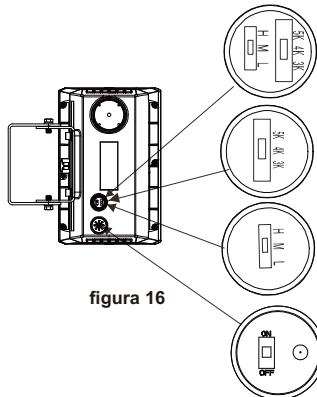

figura 16
Paso 2: Tras ajustar la función de control pertinente, aprieta la clavija metálica en sentido horario (figura 16).